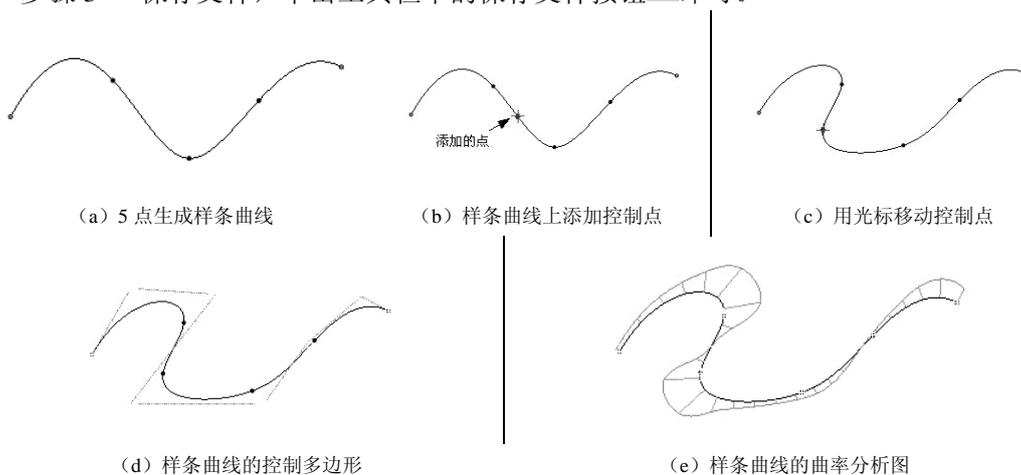

图 2-13 样条曲线的编辑
【实例演练】 绘制如图 2-13 (a) 所示的样条曲线，并作相应的操作。
(1) 单击草绘命令工具栏中的 按钮，在绘图区依次递减 5 个点，绘制如图 2-13 (a) 所示的样条曲线。
(2) 在样条曲线上双击鼠标左键，打开样条曲线的修改面板。
(3) 将光标移至样条曲线上要添加控制点的位置，单击鼠标右键，在弹出的快捷菜单中选择【添加点】命令，完成点的添加，如图 2-13 (b) 所示。
(4) 将光标移至新建的点，按住鼠标左键并移动鼠标，结果如图 2-13 (c) 所示。
(5) 单击 按钮，生成样条曲线的控制多边形，如图 2-13 (d) 所示。
(6) 单击  按钮, 生成样条曲线的曲率分析图, 如图 2-13 (e) 所示。